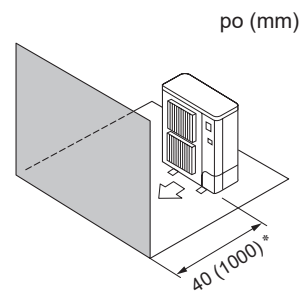

Fig. 2-8
- ④ Obstacles à l'avant (Fig. 2-8)